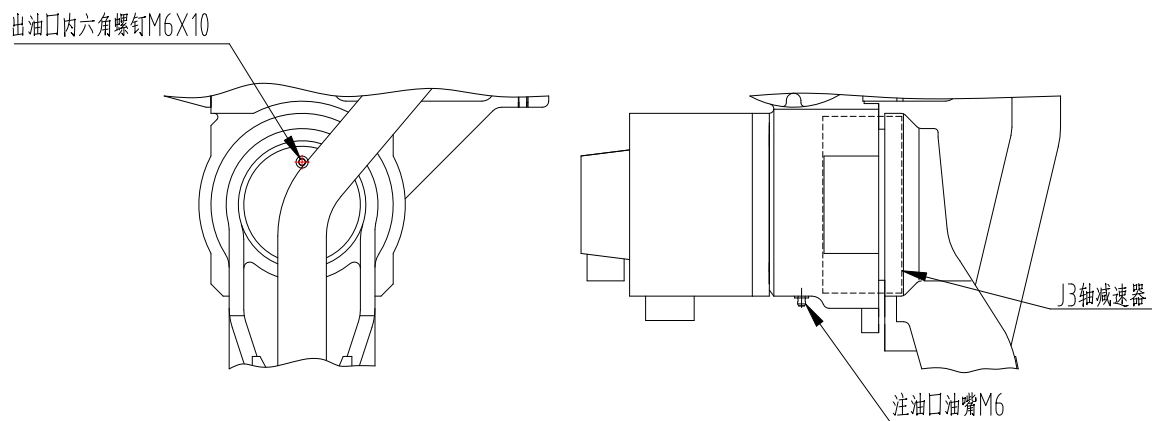

图 15 J3 轴减速机局部结构
#### (1) 油脂补充步骤（参考 图 15 J3 轴减速机局部结构）
- ④ 安装排油口堵塞前，运动 J3 轴几分钟，使多余的油脂从排油口排出；
⑤ 用布擦净从排油口排出的多余的油脂，在排油口安装堵塞。堵塞的螺纹处要缠生胶带并用扳手拧紧。
## (2) 油脂更换步骤（参考 图 15 J3 轴减速机局部结构）